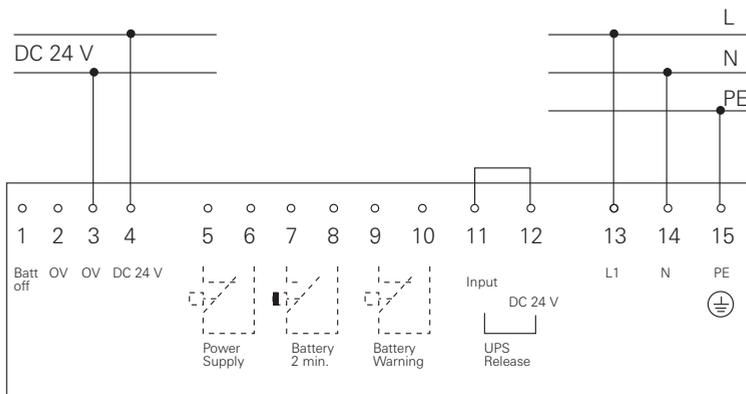

Figure 2: Plan de raccordement
- Raccorder le redresseur de secteur selon le plan de raccordement (voir figure 2).